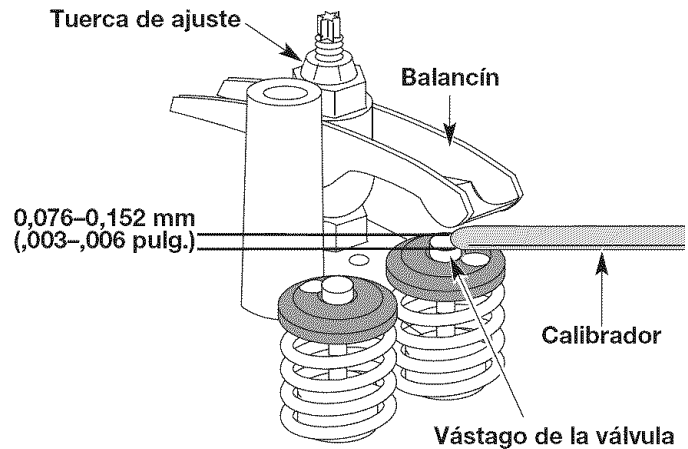

Fig. 33
7. Deslice la galga entre el brazo oscilante y el resorte de retorno de la válvula. Mida el huelgo entre el vástago de la válvula y el brazo oscilante (Fig. 33). Realice esto en las válvulas de entrada y de escape.